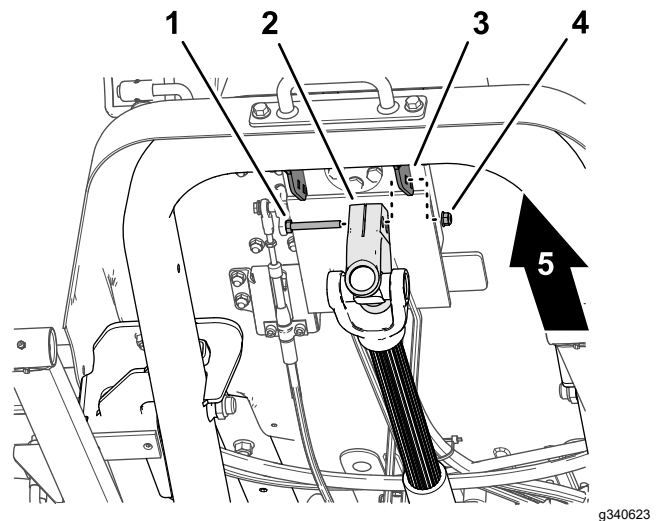

Bild 16
1. Entfernen Sie, während Sie die Antriebswelle abstützen, die Innensechskantschraube und die Sicherungsmutter, mit denen das Antriebswellenjoch an der Befestigungshalterung des Steuerventils befestigt ist (**Bild 16**), und senken Sie die Antriebswelle vorsichtig ab.